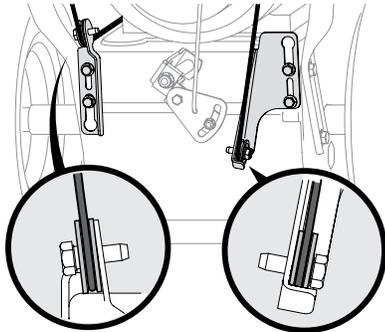

Figure 2-3
- Regardez vers le bas à l'arrière de la souffleuse à neige et vérifiez que les deux câbles (si équipé) sont bien installés sur les guide-câbles. Voir Figure 2-3.